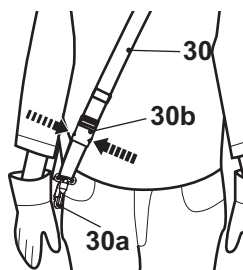

Fig. 23
5. En cas d'urgence, tenez la perche inférieure (7) avec la main gauche au niveau du revêtement souple (7a), et utilisez la main droite pour appuyer sur les deux clips du dispositif de désengagement rapide (30b). Le produit et le mousqueton (30a) se détacheront automatiquement du corps en raison du poids du produit (Fig. 23).